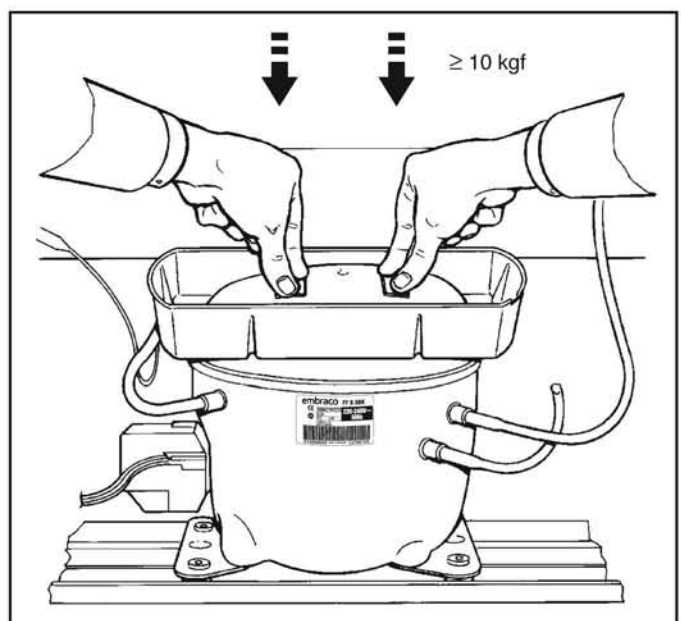

Figura 4
- 4) A fixação da bandeja ao compressor deve ser feita através de uma força igual ou superior à 10 kgf perpendicular sobre a bandeja na região do adesivo, conforme figura 4.